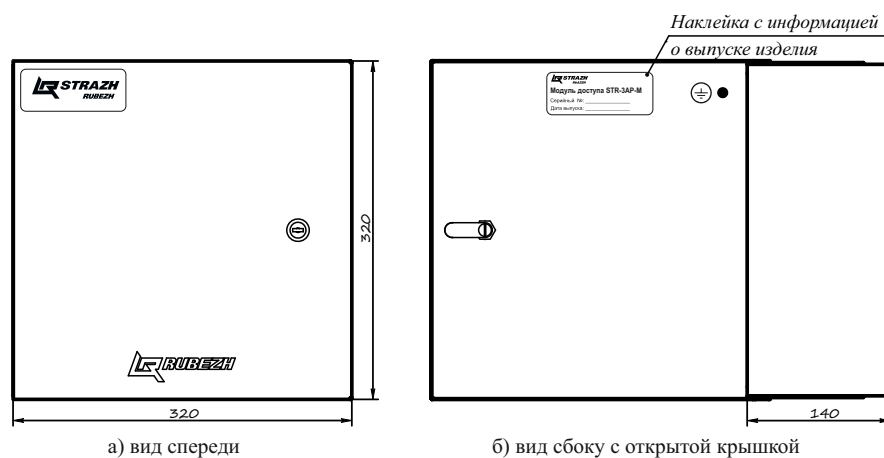

Рисунок 1 – Внешний вид модуля STR-3AP-M
5.1 Модуль конструктивно выполнен в металлическом корпусе (Рисунок 1) с креплением под винты.